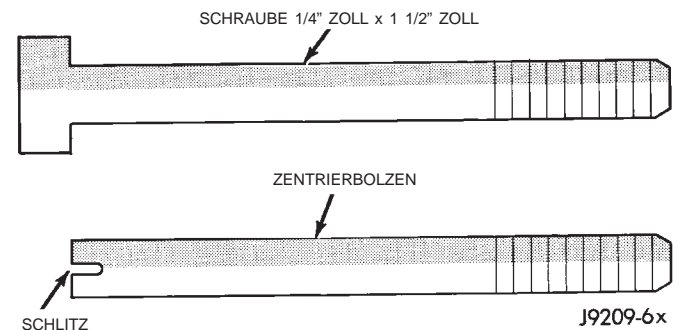

Abb. 58 Anfertigen der Zentrierbolzen
(1) Dichtflächen an Motorblock und Ölwanne reinigen.
(2) Aus Schrauben mit den Abmessungen 1/4 x 1 1/2 Zoll (6,35 mm x 38 mm) vier Zentrierbolzen anfertigen. Schraubenköpfe abtrennen und am Ende der Schraubenschäfte Schlitz einschneiden, um leichtes Ein- und Ausdrehen mit einem Schraubendreher zu ermöglichen (Abb. 58).